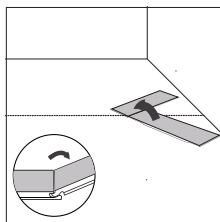

Fig. 2
- **Espiga estándar:** coloque la flecha de inicio de modo que apunte lejos de la pared de inicio y hacia el área de instalación. Coloque un espaciador de cuña entre el lado de la flecha que está más cerca de la pared y la pared para mantener la brecha de expansión requerida. La instalación debe realizarse en un ángulo de 45° desde la línea de inicio. (Fig. 2)